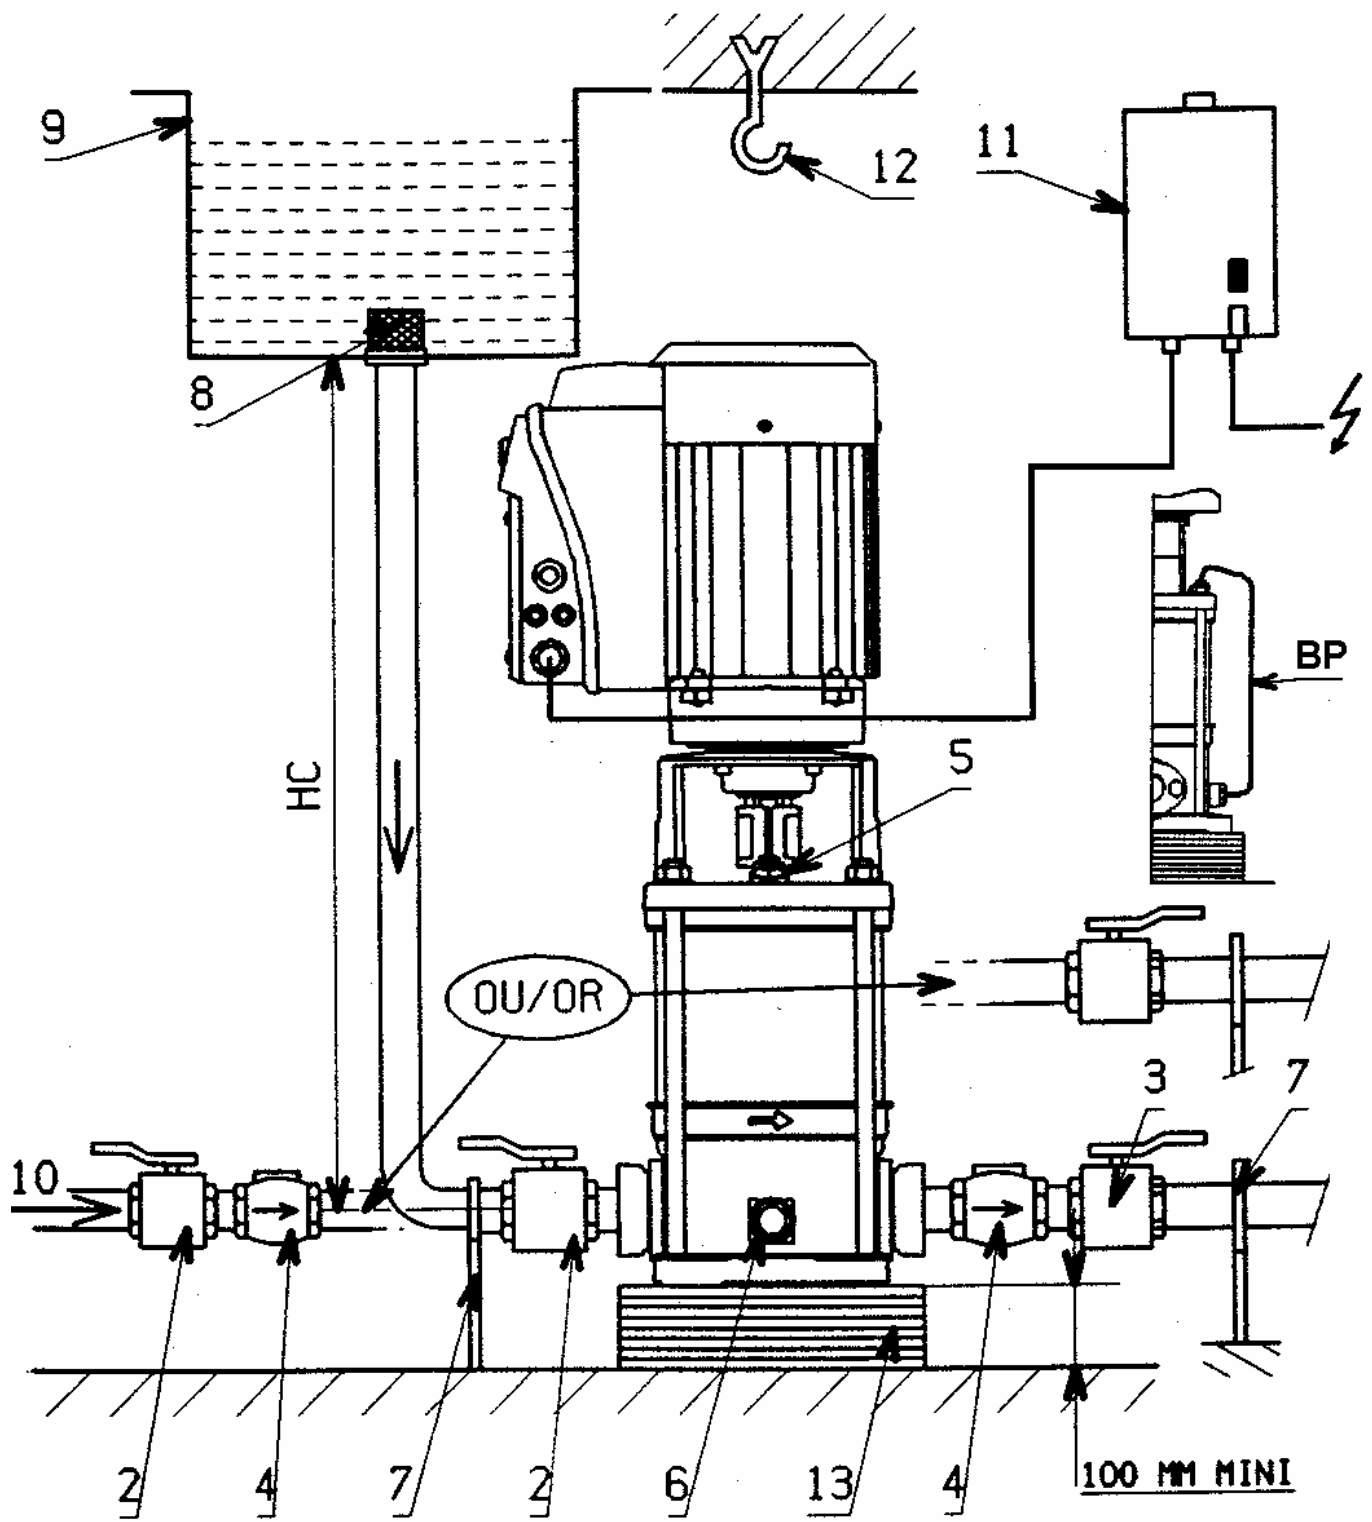

Рис. 1
- Медленно открыть запорный вентиль со стороны напорного патрубка (рис. 1, Поз. 3). Проверить показания манометра на напорном трубопроводе на возможную нестабильность показаний давления (распознается по дрожанию стрелки манометра). При нестабильных показаниях давления заново удалить воздух.
- Если место установки насоса не защищено от замерзания, то в холодное время года необходимо слить воду из насоса и трубопроводов. Для чего закрыть запорные вентили и открыть сливное отверстие (рис. 1, Поз. 6) и винт для удаления воздуха (рис. 1, Поз.5).